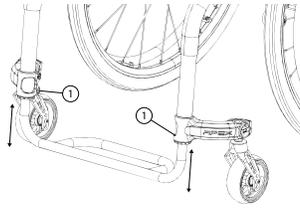

fig. 19c
- Allentare le viti esagonali inferiori da 5mm (1) sui morsetti di montaggio su rotelle destra e sinistra (Fig. 19C)
- Stringete la vite (1) fermamente.